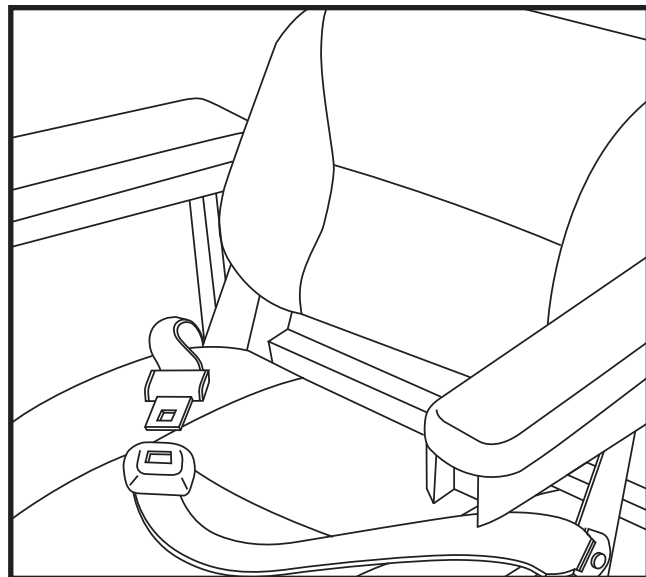

Figure 17. Ceinture de positionnement
1. Prenez place sur le siège, insérez la patte métallique d'un côté dans le boîtier de la boucle du côté opposé jusqu'à ce que le «clic» se fasse entendre. **Voir la figure 17.**